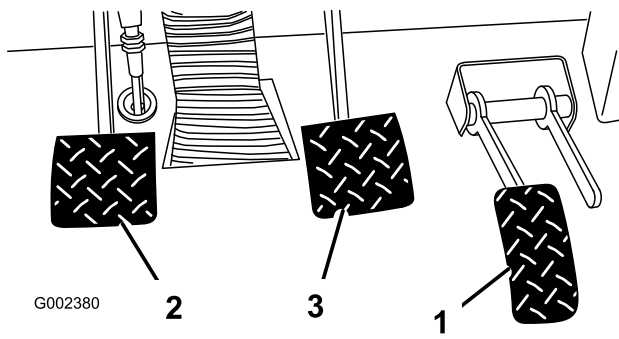

Figura 68
2. Tire hacia arriba del pedal de freno (Figura 68) hasta que entre en contacto con el bastidor.